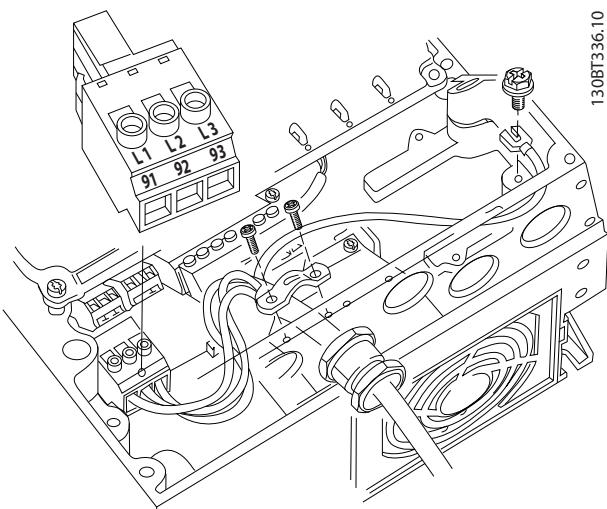

Рисунок 4.9 Подключение к сети питания переменного тока
- Подключите провода 3-фазного входного питания переменного тока к клеммам L1, L2 и L3 (см. Рисунок 4.9).